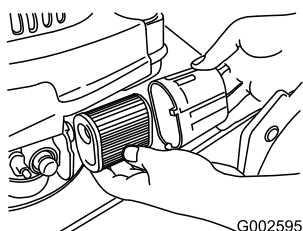

Figure 28
2. Gire la tapa del filtro de aire para retirarla (Figure 28).